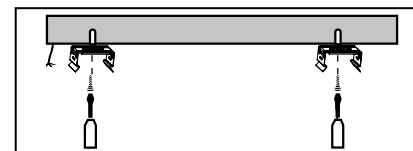

Рис. 2
- 5.11 Наметьте и просверлите по два отверстия для каждой монтажной скобы на поверхности стены или потолка по месту установки в соответствии с перфорацией монтажной скобы (рис. 2).